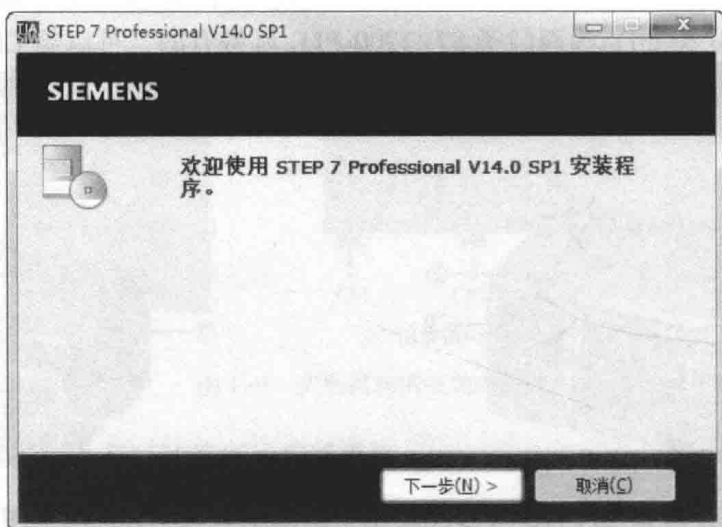

图 1-12 TIA Portal 软件安装过程的欢迎界面
(1) TIA Portal 软件安装过程的欢迎界面如图 1-12 所示。